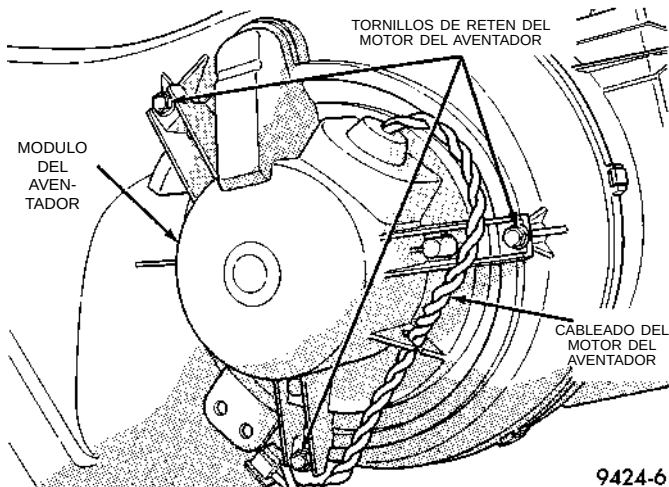

Fig. 21 Tornillos de retén del motor del aventador
- (3) Corte el silenciador de la caja de la rueda en línea con el cableado del motor del aventador.
- (4) Desconecte el conector de cableado del motor del aventador.
- (5) En vehículos con volante a la derecha, retire la cubierta del motor.
- (6) Retire tres tornillos de retén del motor del aventador (Fig. 21).
- (7) Baje el conjunto del motor del aventador de la caja de la unidad.